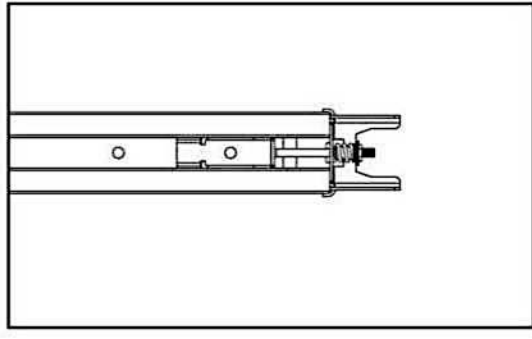

Fig.13
**Paso 3.** Asegure la tuerca en la Posición Correcta. Finalmente, Todo el Riel "C" estará Ensamblado (Fig.13).